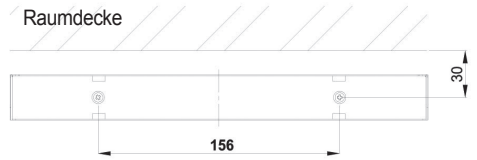

Abb. 20
Befestigen Sie das Montageblech (5) (Abb. 20) mit zwei Schrauben 5x50 mm (8) und zwei Dübeln 8 mm (9) an der Wand. Wählen Sie den Abstand des Montagebleches (6) entsprechend obenstehender Skizze (Abb. 20)